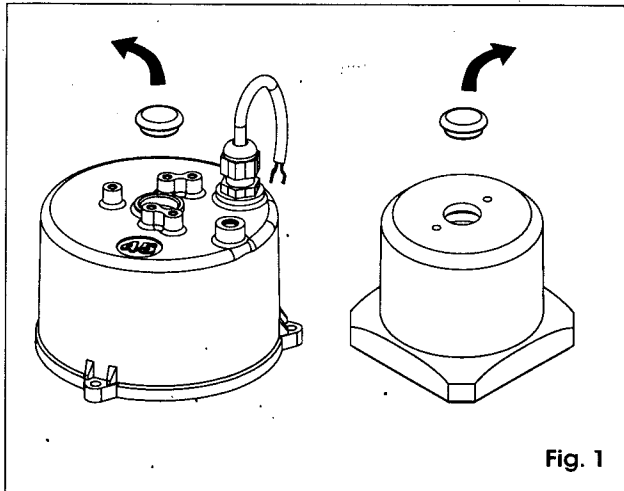

Fig. 1
- 1) Togliere il tappo dalla calotta motore come in fig. 1.
- 1) Remove the plug from the motor cover as shown in figure 1.
- 1) Enlever le bouchon de la calotte du moteur d'après la fig. 1.
- 1) Quite el tapón de la tapa del motor como se muestra en la fig. 1.
- 1) Den Verschluß der Motorhaube abnehmen, wie in Abb. 1 gezeigt.